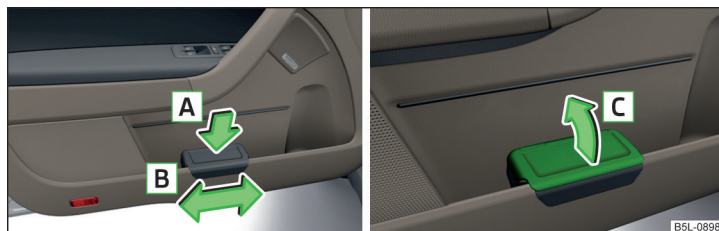

Fig. 82 Poubelle : insérer et déplacer / ouvrir
- Enfoncez la poubelle dans la partie arrière dans le sens de la flèche **A** » fig. 82.
- Retirez la poubelle dans le sens contraire à la flèche **1** » fig. 82.
- Relevez le cache dans le sens de la flèche **C** » fig. 82.